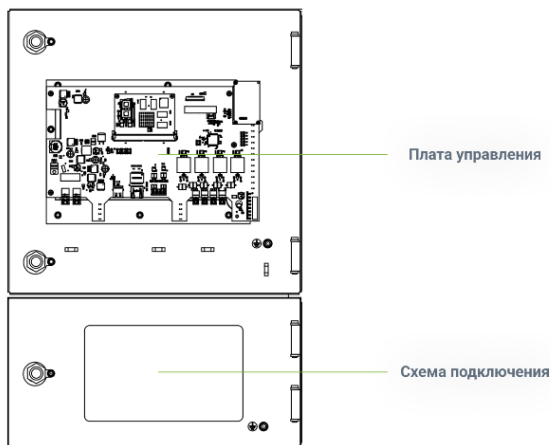

Рисунок 2
4.3 На верхней дверце внутри шкафа расположена плата управления, на нижней дверце шкафа расположена наклейка со схемой подключения внешних линий связи (рисунок 2).